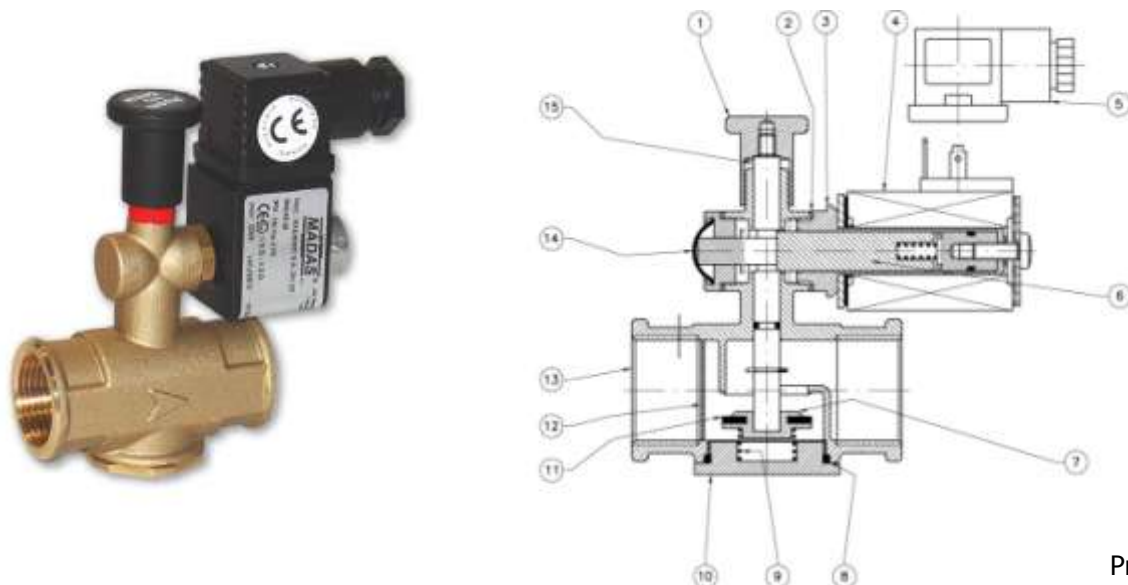

Рис.1
Клапан (рис. 1) состоит из: рукоятка механизма возврата (1); алюминиевая шайба (2); арматура соленоида в сборе (3); соленоид (4); электрический коннектор (5); сердечник (6); затвор (7); уплотнительное кольцо (8); пружина запирающего механизма (9); нижний колпачок (10); уплотняющая прокладка (11); фильтрующая сетка (устанавливается по требованию) (12); корпус (13); кнопка ручного закрытия (только в модели M16/RMO N.A.) (14); центральный шток (15).